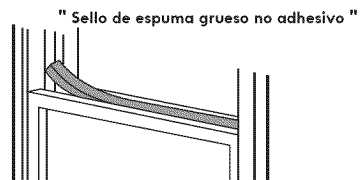

Fig.11
4. Corte el sello de espuma grueso no adhesivo al ancho de la ventana y inserte en la brecha abierta entre la ventana interior y exterior de la hoja de ventana (véase la Fig. 11).